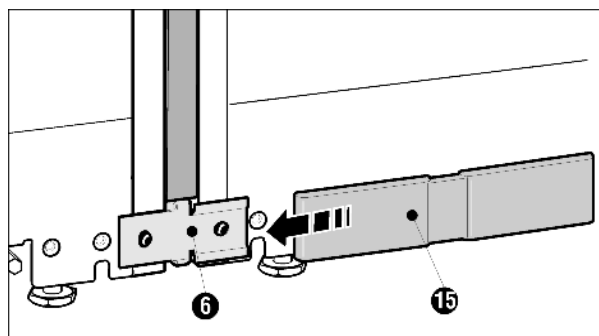

Fig. 9
- ▶ Нижнюю крышку Fig. 9 (15) из комплекта наденьте сбоку на соединение и задвиньте.